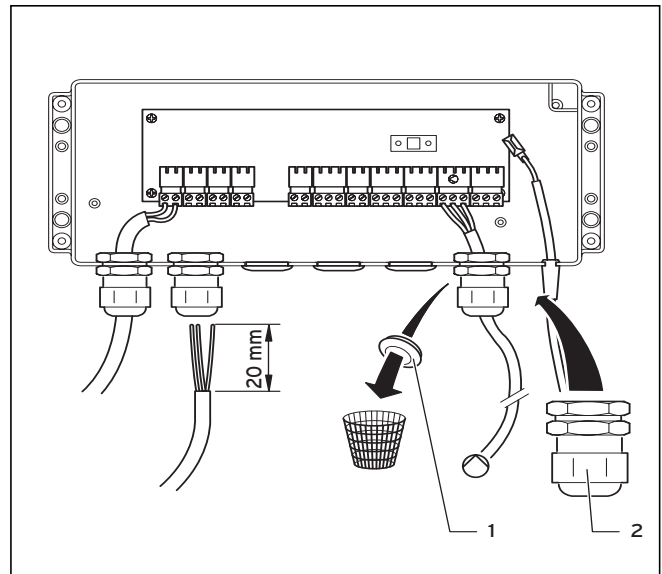

Abb. 5.6 Geöffnete Verdrahtungsbox
- Bei Bedarf Blindstopfen (1) durch die im Lieferumfang enthaltenen Kabelverschraubungen (2) ersetzen bzw. umgekehrt.
- Führen Sie die Leitungen durch die Kabelverschraubungen in die Verdrahtungsbox (Abb. 5.6).